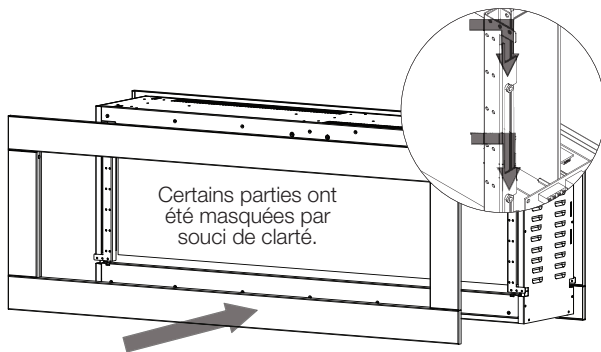

Fig. 4-3
- Demandez à deux personnes de soulever la garniture avant sur les crochets situés à l'intérieur de l'appareil (**Fig. 4-3**).